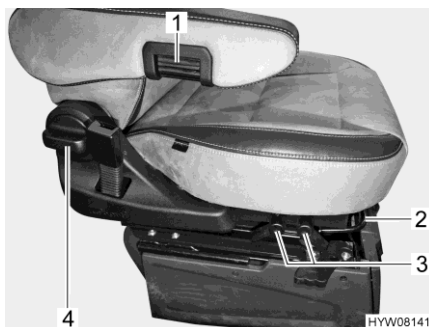

Bild 16 Stolsinställning
- Drag upp bygeln (Bild 16,2).
- Drag motsvarande spak (Bild 16,3) uppåt.
- Vrid (Bild 16,4) handtaget.
- Vrid på det räfflade hjulet (Bild 16,1) för att göra fininställningen. Beroende på vridriktning lutar armstödet framåt eller bakåt.